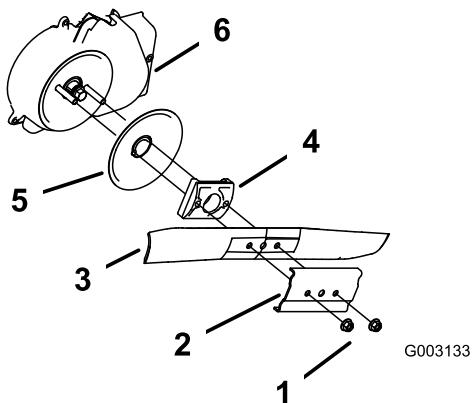

Figura 52
- Togliete i due dadi della lama ed il rinforzo (Figura 52).
4. Togliete la lama (Figura 52).
5. Togliete il giralama e il disco (Figura 52).
6. Pulite il carter della frizione del freno della lama (Figura 52).
10. Montate la lama ed il rinforzo tolti in precedenza (Figura 52).